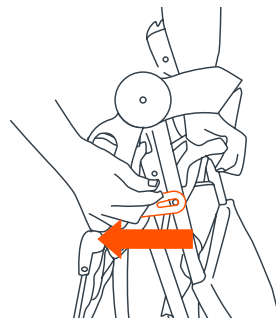

Fig. 19a
- 19) •** Placer la poussette sur le sol avec les trois roues touchant le sol. Relâchez le levier de verrouillage qui est situé sur le côté droit (Fig. 19a).